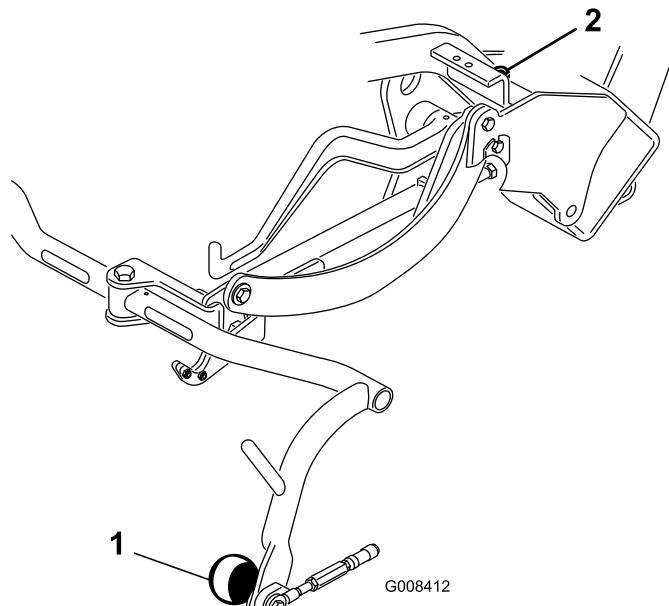

Figura 10
3. Se for necessário um maior ajuste, desaperte a porca de bloqueio no parafuso do batente da estrutura de suporte (Figura 10) e rode o parafuso para cima ou para baixo para elevar ou descer a estrutura de suporte. Aperte a porca de bloqueio depois de efectuar o ajuste.